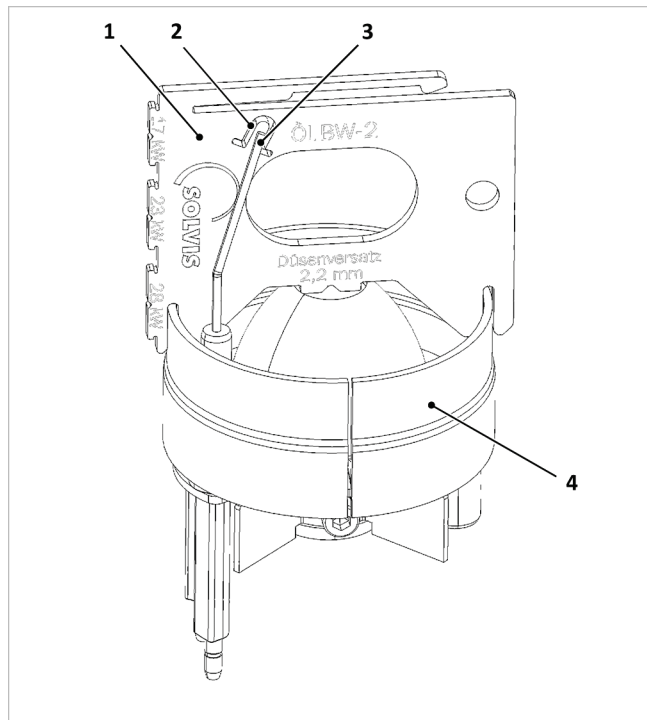

Fig. 118 : contrôle des électrodes d'allumage
1. Contrôlez la position des électrodes (3) conformément à la $\rightarrow$ fig. 118 et corrigez-la prudemment par torsion le cas échéant.
2. Contrôlez la longueur minimale. L'extrémité inférieure de la fenêtre de contrôle (2) du gabarit de réglage indique la longueur minimale des électrodes d'allumage. Si les électrodes ne sont plus qu'un peu plus longues, elles doivent être remplacées.